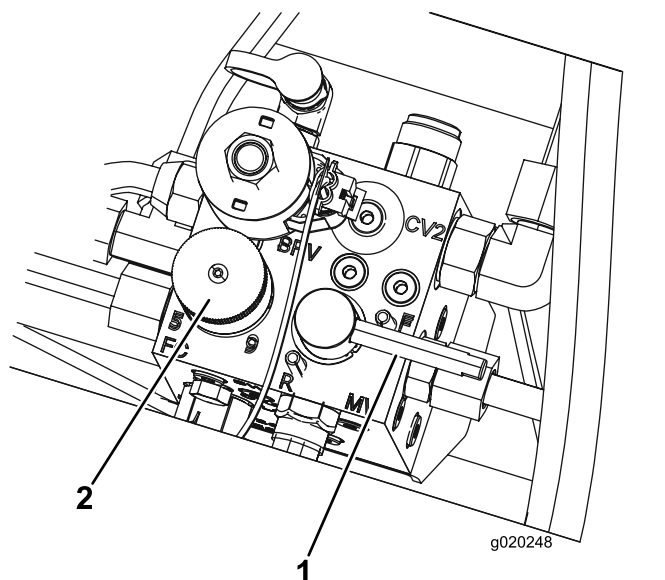

Figura 81
5. Defina o controlo da velocidade dos cilindros para a posição 1 (Figura 81).
6. Mova a alavanca de retificação para a posição R (Figura 81).